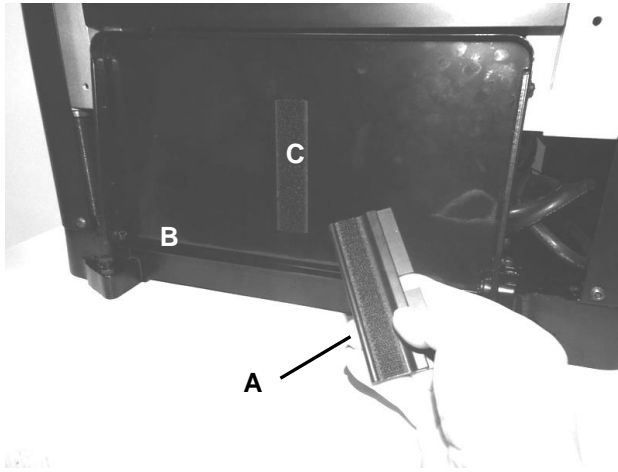

FIG 6
1. L'outil d'extraction des couteaux/fers (A) est fourni avec votre raboteuse et se fixe sous la table de sortie (B) à l'aide de Velcro (C), vous pouvez ranger l'outil lorsqu'il n'est pas utilisé. VOIR la FIG 6 en page suivante.